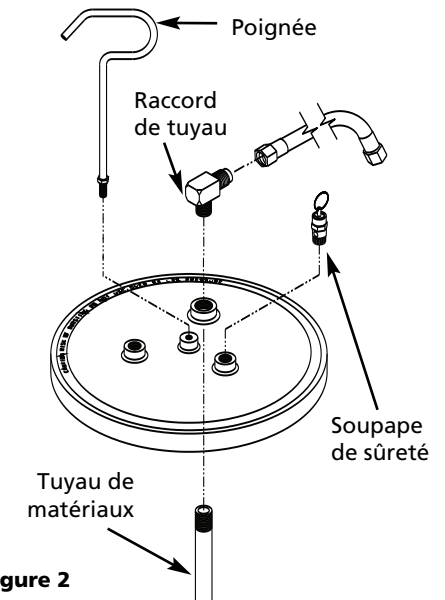

Figure 2
2. Monter la soupape de sûreté à l'orifice du couvercle de réservoir (Voir Figure 2).
4. Installer le raccord de tuyau flexible dans l'orifice du couvercle de réservoir du haut (Voir Figure 2).